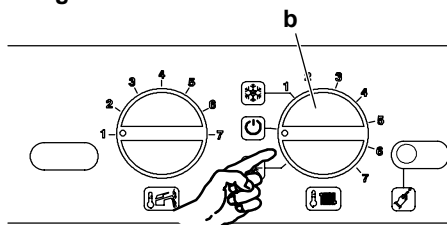

Figura 9.13 Uscita programmazione.
- 9 Per uscire dalla programmazione posizionare il selettore **b** come indicato in **Figura 9.13**